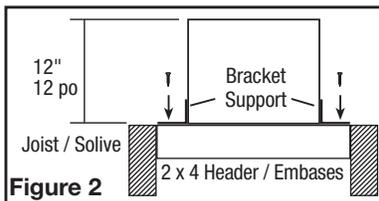

Figure 2
- Mounting to a Joist:** Install two - 2 x 4 headers (not included) between the joists. Position the fan housing on top of the headers and secure the mounting brackets with screws (not included) to the header (**Figure 2**).
2b. **Montage sur une solive:** Installez deux - 2 x 4 embases (non inclus) entre les solives. Positionnez le boîtier du ventilateur sur les embases et fixez les supports de montage à l'aide des vis (non inclus) (**Figure 2**).